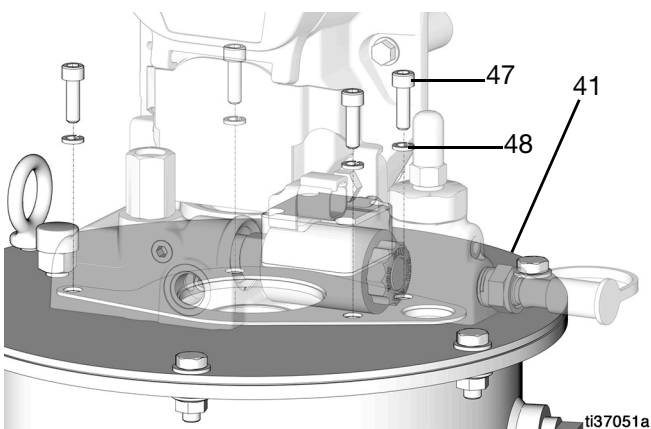

FIG. 26
4. Afloje y quite los cuatro pernos (47) y cuatro arandelas (48) que sujetan la bomba al tanque (41) con una llave Allen de 5 mm (FIG. 26).